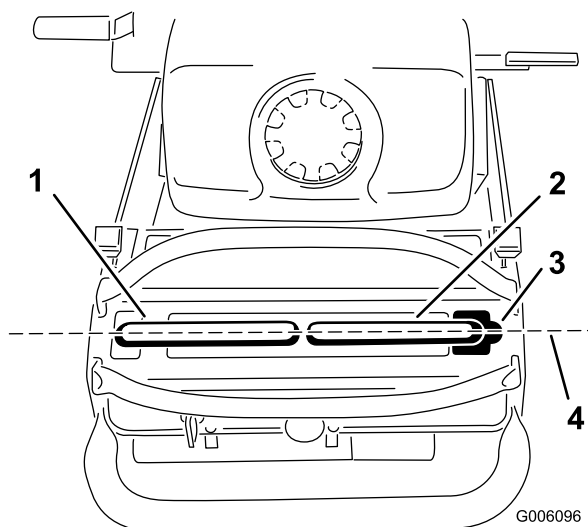

Figure 46
Important: Vérifiez que la correction directionnelle de la machine est correcte après avoir réglé les leviers de commande de déplacement. Après avoir réglé la correction directionnelle, il se peut que les leviers de commande de déplacement ne s'alignent pas exactement d'avant en arrière (Figure 46).
1. Une fois l'alignement horizontal effectué, vérifiez l'alignement avant/arrière (Figure 46).